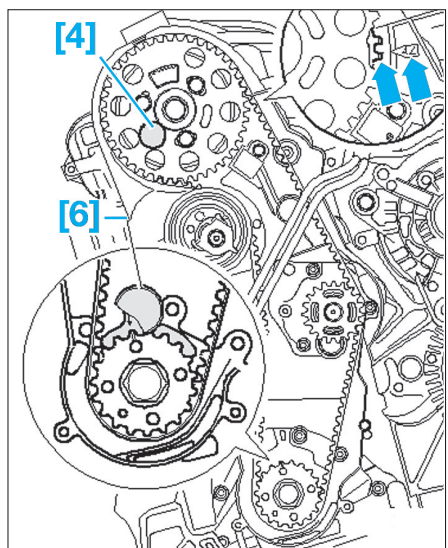

Fig. 10
- [4]. Tige de blocage réf VW : 3359 (Fig.10)
- [6]. Arrêteur de vilebrequin réf VW : T10050 (Fig.10)
- Bloquer le moyeu à l'aide de la tige de blocage [4] (Fig.10).